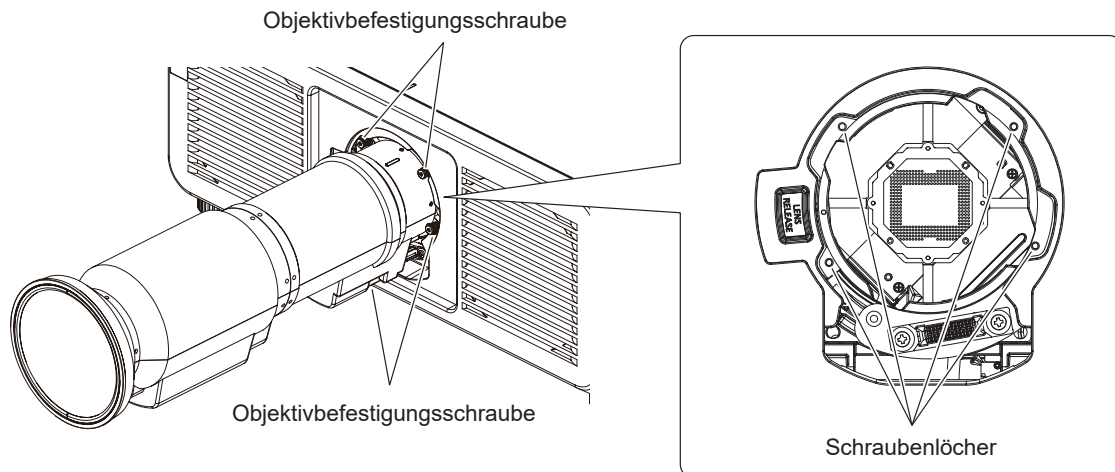

Abb. 4
4) Das Projektionsobjektiv mit den Objektiv-Befestigungsschrauben sichern. (Abb. 4)